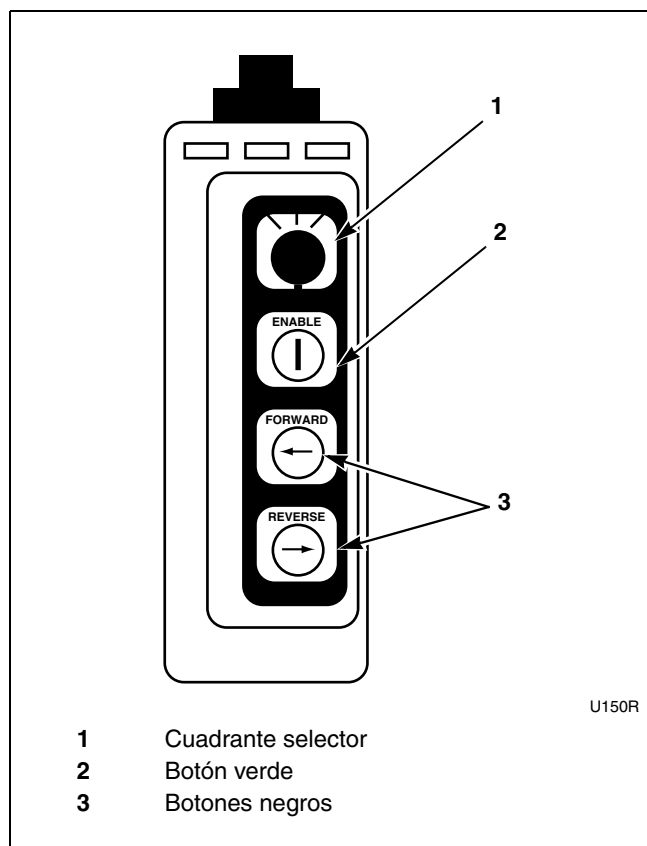

Figura 9
El mecanismo es controlado por medio de un interruptor colgante (consulte la *Figura 9*), que está suspendido desde un punto justo por encima del tablero eléctrico ubicado en el lado izquierdo de la lavadora extractora. La altura de acceso se ha determinado basándose en una persona de tamaño medio.
2. Gire el cuadrante selector del interruptor colgante a la derecha a la posición de inclinación hacia adelante. Consulte la *Figura 9*.
3. Pulse el botón negro FORWARD (Adelante) mientras mantiene pulsado el botón verde ENABLE (Activar). Consulte la *Figura 9*. La lavadora extractora se inclinará lentamente hacia delante, y la cesta girará hacia la derecha.
5. Para bajar la lavadora extractora, vuelva a girar el cuadrante selector a la posición central. Consulte la *Figura 9*.
2. Gire el cuadrante selector del interruptor colgante a la izquierda, a la posición de inclinación hacia atrás. Consulte la *Figura 9*.
3. Pulse el botón negro REVERSE (Atrás) mientras mantiene pulsado el botón verde ENABLE (Activar). Consulte la *Figura 9*. La lavadora extractora se inclinará lentamente hacia adelante, y la cesta girará hacia la izquierda.
5. Para bajar la lavadora extractora, vuelva a girar el selector a la posición central. Consulte la *Figura 9*.
3. Pulse el botón negro FORWARD (Adelante) mientras mantiene pulsado el botón verde ENABLE (Activar). Consulte la *Figura 9*. La lavadora extractora se inclinará lentamente hacia adelante, y la cesta girará hacia la derecha.